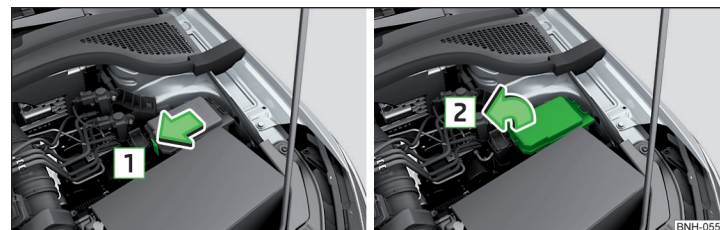
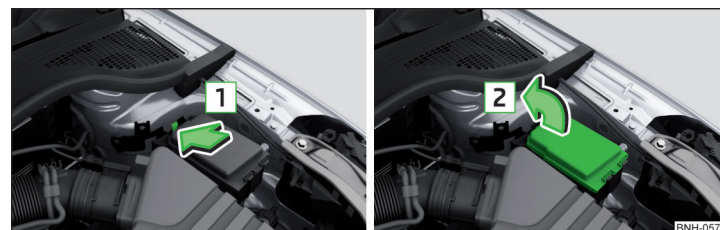

Fig. 272 Tapa de la caja de fusibles - Variante 1
Fig. 273 Tapa de la caja de fusibles - Variante 2
- Presionar las teclas de bloqueo de la cubierta en el sentido de la flecha » fig. 272 o » fig. 273, y retirar la cubierta en el sentido de la flecha .